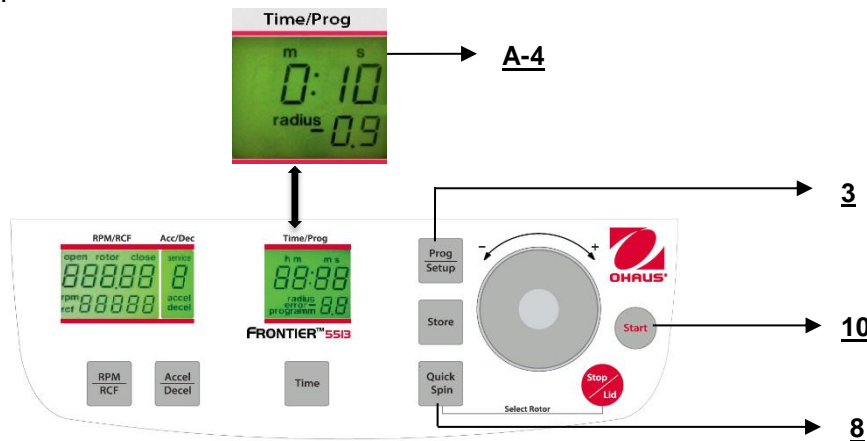

Abbildung. 24
Sie können die Zentrifuge entweder mit der Taste **"Start"** (10) (siehe Abbildung 24) oder der Taste **"Quick Spin"** (8) starten.